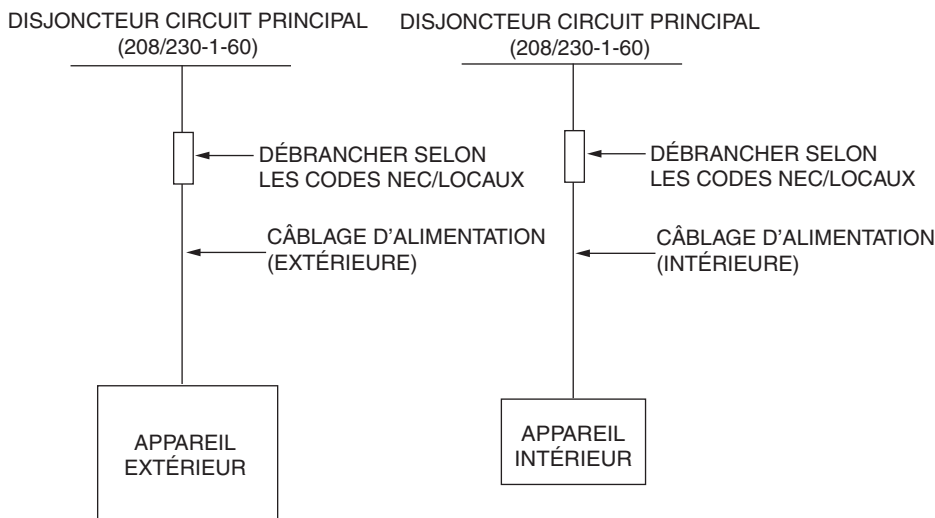

Fig. 10 — Câblage d'alimentation
- Des sources d'alimentation distinctes sont exigées pour les appareils intérieurs et extérieurs. Se reporter à la fig. 10.